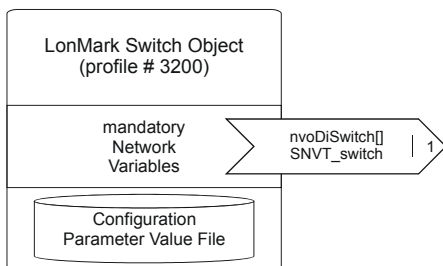

Abb. 7 Switch Objekt
- 1 Switch Objekt (#3200) (siehe Abb. 7)